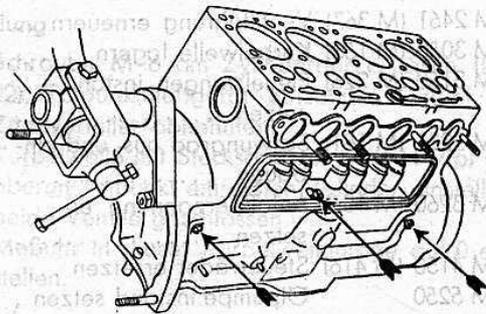

Bild 15
4. Feststellschrauben einschrauben (Bild 15).